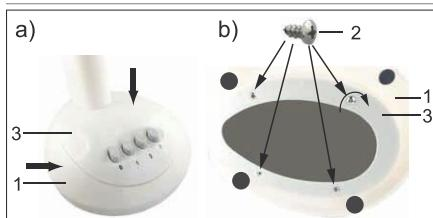

Fig.85: Montaż podstawy
- Włożyć cokół (3) z zespołem silnika i przyciskami do regulacji siły nadmuchu do podstawy (1), rys. 85 a).
- Przykręcić podstawę śrubami z łączem krzyżakowym (2) w kierunku zgodnym z ruchem wskazówek zegara.